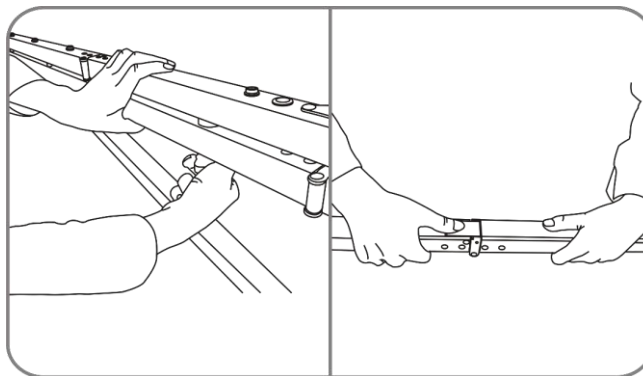

Fig. 18
- 04) Togliere le viti sulle due gambe, quindi togliere le gambe (Fig. 18). Allentare i blocchi dei giunti di rotazione e piegare le gambe.